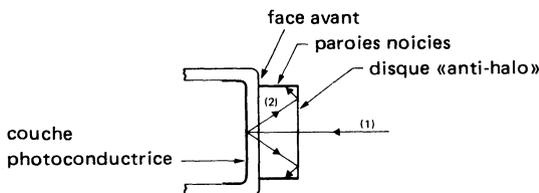

Fig. 5
La sensibilité énergétique d'un tube varie avec la longueur d'onde. Les courbes de réponse spectrale données ci-dessous pour certains tubes typiques montrent cette variation (Fig. 5).
Fig. 5 - Réponse spectrale de différents tubes : (1) Plumbicon XQ 1073; (2) vidicon  $Sb_2S_3$  XQ 1280; (3) vidicon XQ 1240; (4) Newvicon XQ 1274; (5) Newvicon XQ 1276
La réflectance de la cible n'est pas négligeable et atteint son maximum dans la partie rouge du spectre, entraînant la présence d'une lumière diffuse réfléchiée sur la face avant du tube. Ce phénomène de "halo" peut être réduit en fixant un disque de verre "anti-halo" sur la face avant du tube (voir Fig. 5).